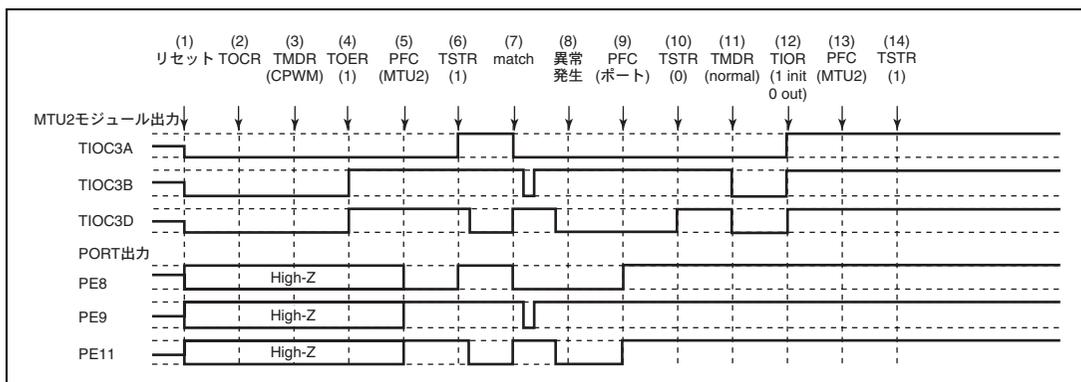

図 10.158 相補 PWM モードで異常が発生し、ノーマルモードで復帰する場合
相補 PWM モードで異常が発生し、再設定後ノーマルモードで再スタートする場合の説明図を図 10.158 に示します。
- (1) ~ (10) は図 10.158 と共通です。
- (11) PWM モード 1 を設定してください (MTU2 出力はローレベルとなります)。
- (12) TIOR で端子を初期化してください (PWM モード 1 では TIOC*B 側は初期化されません)。
- (13) PFC で MTU2 出力としてください。
- (14) TSTR で再スタートします。
- (11) PFC で MTU2 出力としてください。
- (12) TSTR で再スタートします。
- (13) コンペアマッチの発生により相補 PWM 波形を出力します。
(24) 相補 PWM モードで動作中に異常が発生し、相補 PWM モードで新たに再スタートする場合の動作
- (11) ノーマルモードを設定し新しい設定値を設定してください (MTU2 出力はローレベルとなります)。
- (12) TOER でチャンネル 3、4 の出力を禁止してください。
- (13) TOCR で相補 PWM モードの出力レベルと周期出力の許可禁止を選択してください。
- (14) 相補 PWM を設定します。
- (15) TOER でチャンネル 3、4 の出力を許可してください。
- (16) PFC で MTU2 出力としてください。
- (17) TSTR で再スタートします。
- (11) ノーマルモードを設定してください (MTU2 出力はローレベルとなります)。
- (13) TOCR でリセット同期 PWM モードの出力レベルと周期出力の許可禁止を選択してください。
- (14) リセット同期 PWM を設定します。
(26) リセット同期 PWM モードで動作中に異常が発生し、ノーマルモードで再スタートする場合の動作